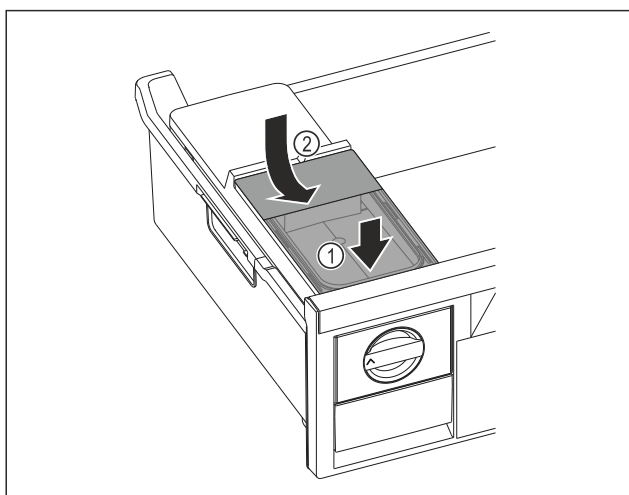

Fig. 92
- ▶ Nasadte vpředu nádržku na vodu. Fig. 92 (1)
- ▶ Spusťte nádržku na vodu vzadu dolů. Fig. 92 (2)